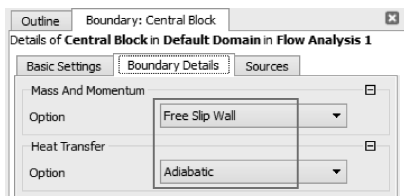
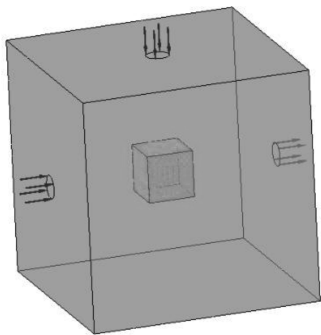

图 12-53 墙边界设置
图 12-54 墙边界位置
(2) 在边界详细信息中的质量与动量【Mass and Momentum】栏里选择 Free Slip Wall，热传导【Heat Transfer】栏里选择绝热 Adiabatic，其他默认，单击【OK】确定，如图 12-53 所示；墙边界位置如图 12-54 所示。